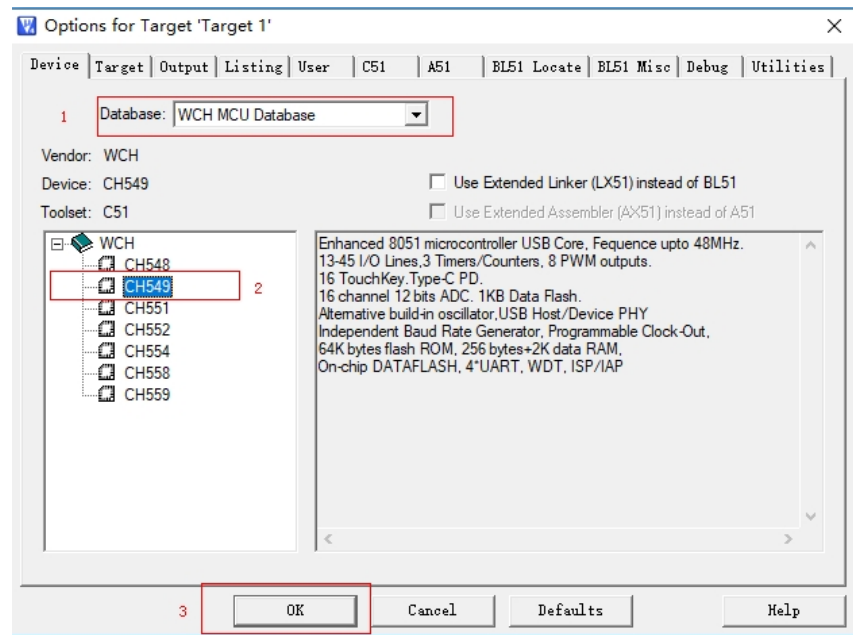
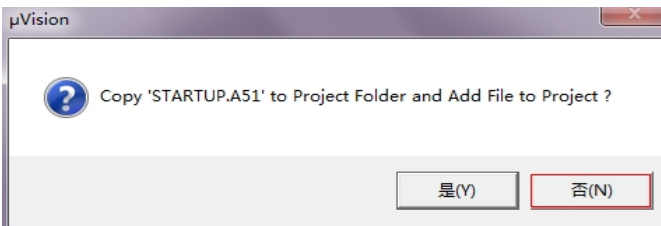

图 3.2.3
图 3.2.4
(2)、打开 Keil C51 工具，创建工程项目。按图 3.2.3 所示 1~3 选择 CH549 芯片。确定后，弹出图 3.2.4 所示窗口，点击“否”即可。